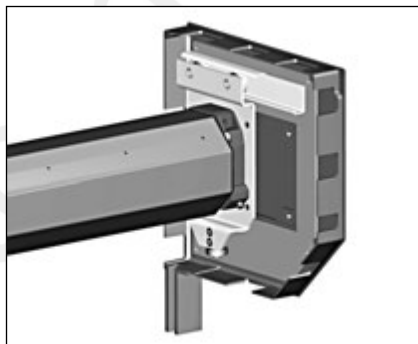

Рис.2.5
- откатить подвижную пластину (с приводом и валом) назад до упора с задней стенкой боковой крышки (рис.2.5);